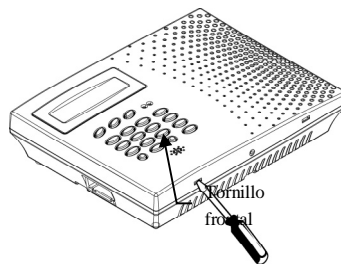

Figura 2.4. Abrir el panel
2. Utilizando un destornillador presione con cuidado la lengüeta, como se muestra en el Figura 2.4.